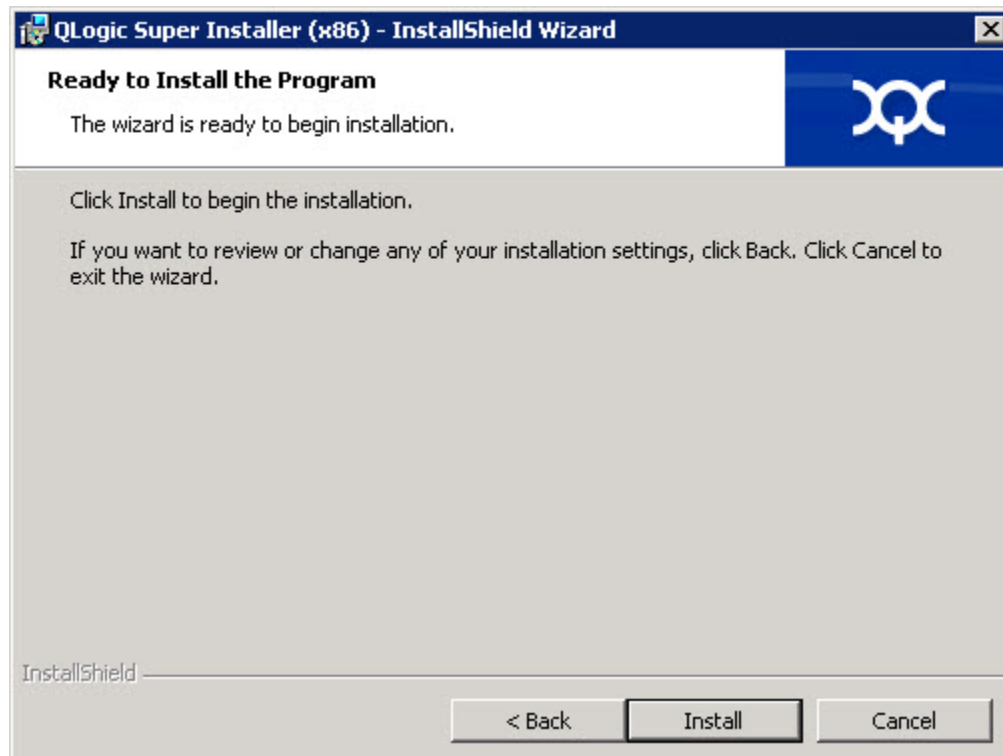

Abbildung 2-6. Dialogfeld zur Anzeige der Installationsbereitschaft
5. Das Dialogfeld „Ready to Install the Program“ (Bereit für die Installation des Programms) wird angezeigt, wie in Abbildung 2-6 dargestellt.